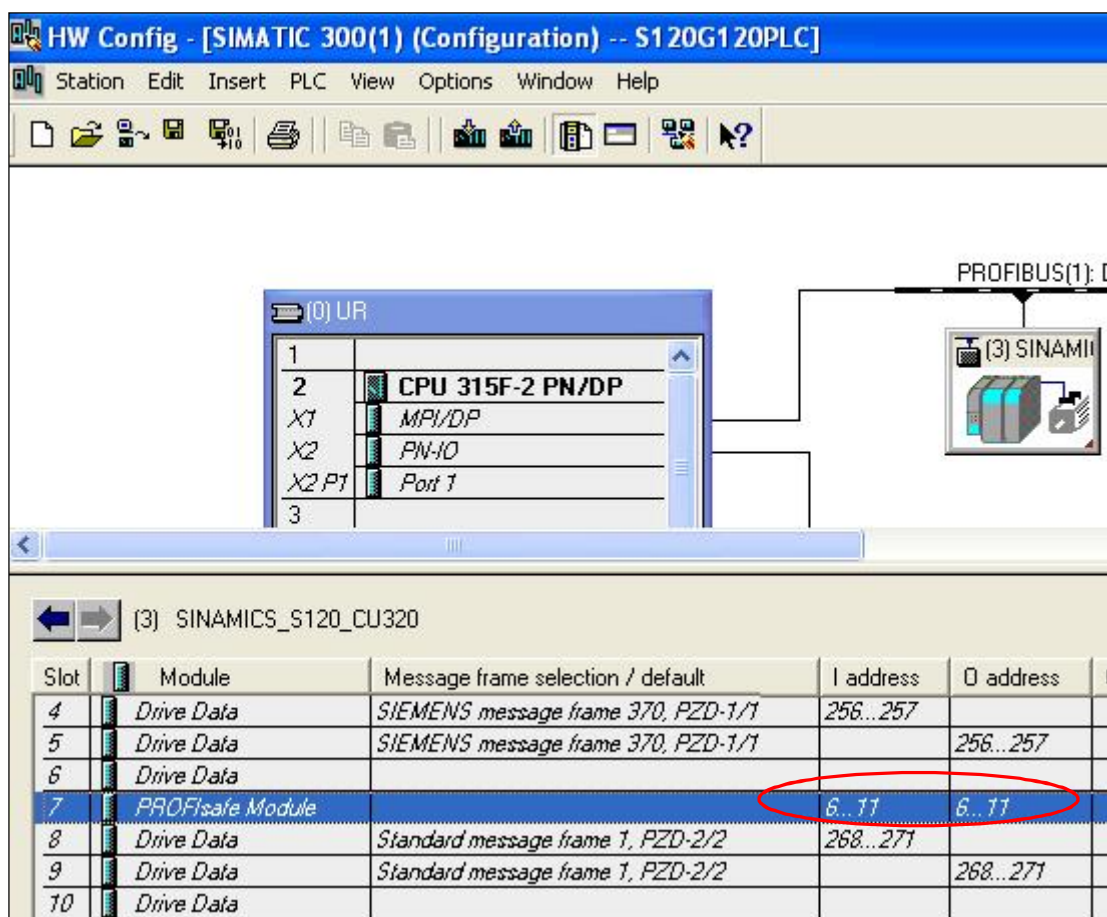

图 48 Profisafe 报文所占的槽位地址分配
3) 由于我们通过之前的硬件组态已经组态了 Profisafe 的报文，在硬件组态中，我们可以看到已经组态了的 PROFIsafe 模板。其输入输出地址分别是地址 6..11。这个地址也就是 Profisafe 报文需要控制的字节的起始地址。（图 48）